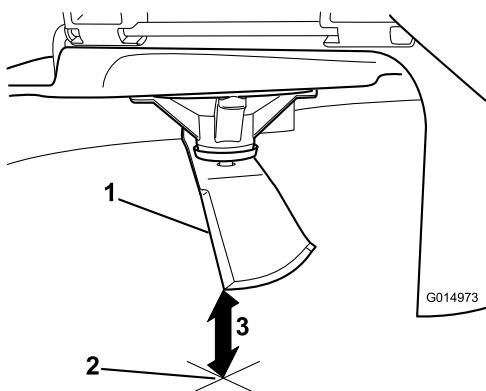

Figure 84
- Mesurez la distance entre la pointe de la lame et la surface plane (Figure 84).